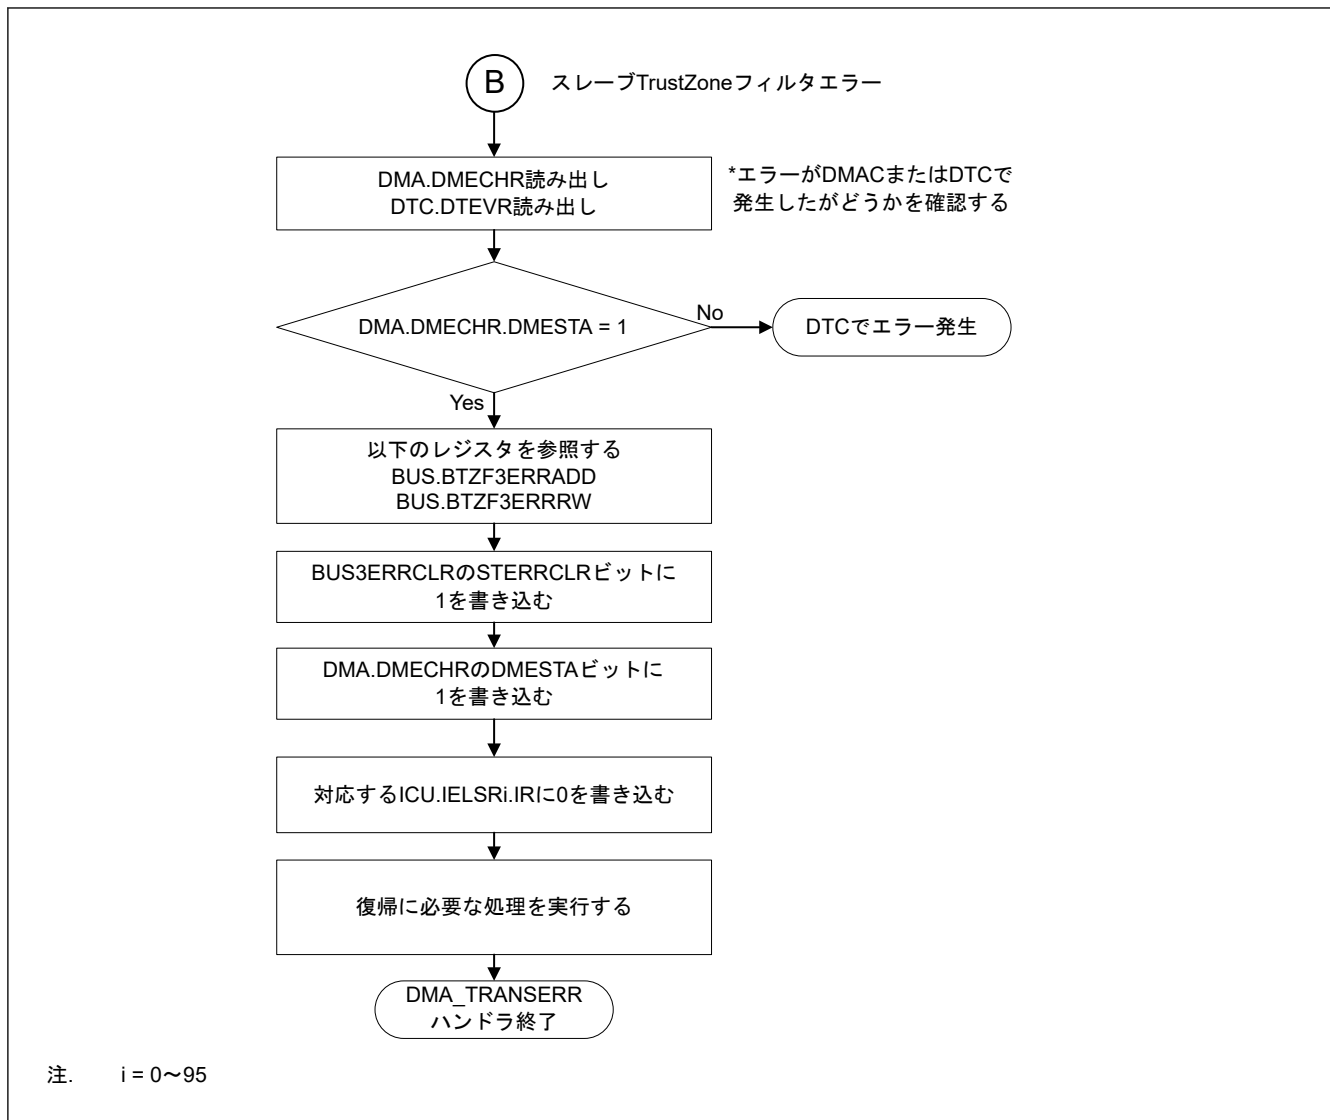

図 16.29 スレーブ TrustZone フィルタエラーの DMA_TRANSERR ハンドラにおける処理
- 図 16.29 に DMAC のスレーブ TrustZone フィルタエラーが発生したチャンネルを確認するフローを示します。